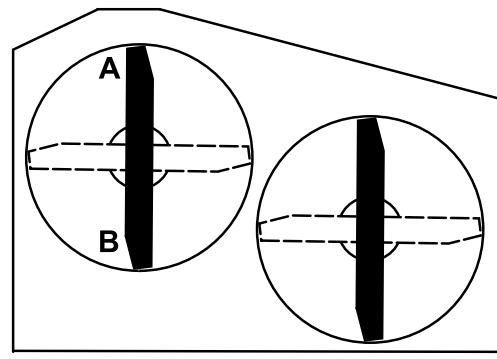

Figura 83
- Coloque una cuchilla en posición longitudinal. Mida en las posiciones **A** y **B** desde una superficie nivelada hasta el filo de corte de los extremos de la cuchilla (Figura 82 o Figura 83). Para las plataformas de cortacésped de 36 pulgadas, consulte la Figura 83.